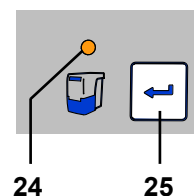

Fig. 8
- ⇒ Premere il tasto Enter (25) (il contatore che rileva i tempi dell'intervallo di svuotamento viene riazzerato).
- ♦ La spia di modo operativo Automatico (24) si spegne.
**i** *Se il cassetto raccogli-polvere non viene svuotato, la spia di svuotamento cassetto (24, Fig. 8) continua a lampeggiare. Dopo lo spegnimento / accensione dell'apparecchio, un triplo segnale acustico avvisa nuovamente di svuotare il cassetto raccogli-polvere.*